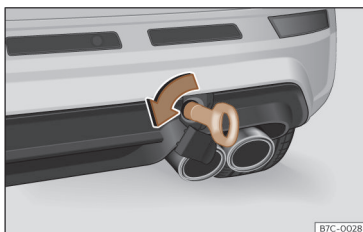

Fig. 187 Du côté droit du pare-chocs arrière : œillet de remorquage vissé.
- Vissez l'œillet de remorquage dans le logement en le faisant tourner au maximum **dans le sens inverse des aiguilles d'une montre** >>> **fig. 187** , >>> ⓘ. Utilisez un objet approprié pour visser fermement et entièrement l'œillet de remorquage dans son logement.